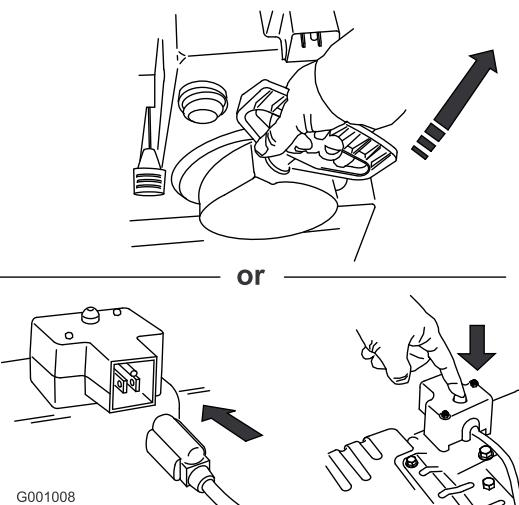

Figure 26
7. Démarrer la déneigeuse à l'aide du lanceur ou du démarreur électrique (Figure 26).